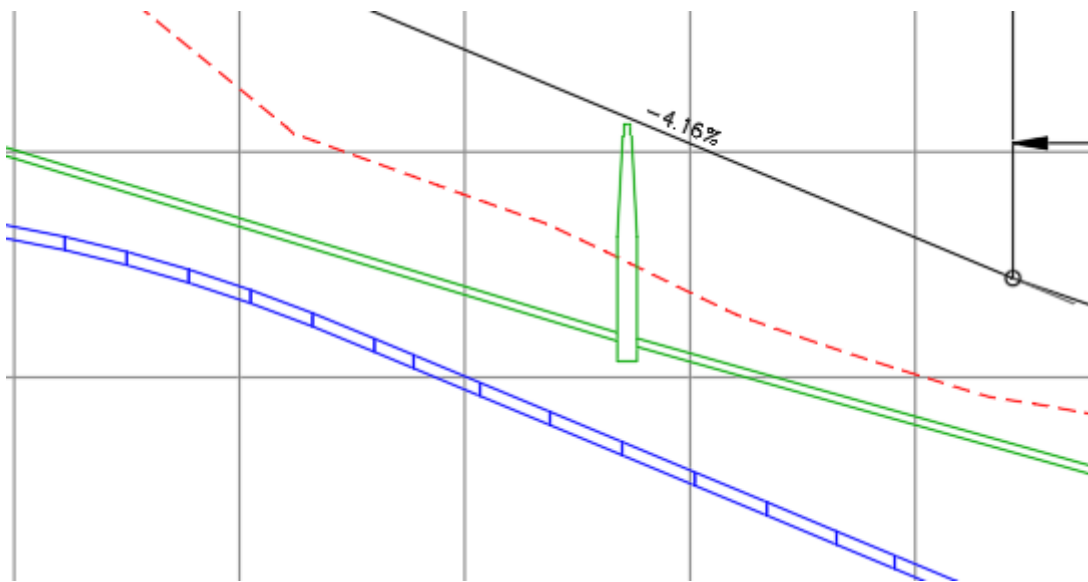

Рис. 2.5. Элементы напорной трубопроводной сети (синий цвет), показанные на виде профиля вместе с другой информацией о данном профиле
6. В верхнем правом видовом экране на виде профиля *Madison Lane* щелкните по одной из линий сетки. Элементы водопровода будут отображены на виде профиля, как показано на рис. 2.5.